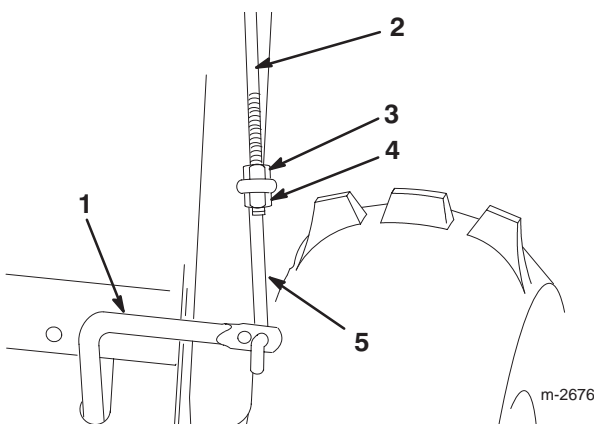

Figure 11
1. Vissez un écrou à embase (embase vers le bas) sur la tige de commande supérieure située sur le côté droit de l'ensemble mancheron (Fig. 11).
2. Passez la tringle inférieure dans le trou extérieur de la tige de commande inférieure (Fig. 11).
3. Insérez la tige de commande supérieure dans la boucle de la tringle inférieure (Fig. 11).
4. Vissez un contre-écrou à embase (embase vers le haut) sur le bas de la tige de commande supérieure, sous la boucle de la tringle inférieure (Fig. 11).
7. Corrigez la position de l'écrou à embase et du contre-écrou à embase (Figure 11) le cas échéant, pour obtenir le bon écartement entre le haut de la poignée et le bas de la manette de commande de tarière/roue hélice.